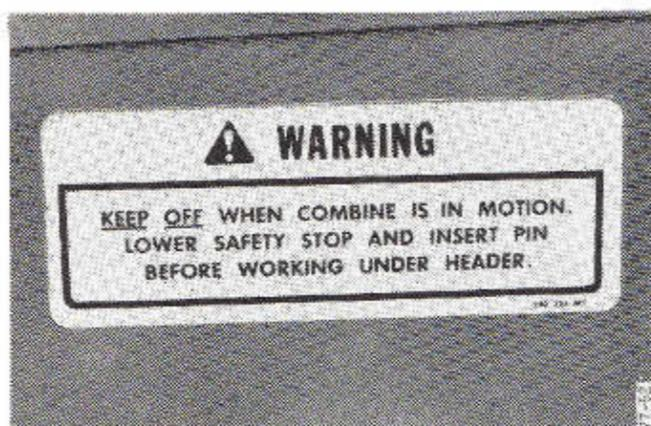

**Fig. 1**
**MOISSONNEUSE-BATTEUSE** - Numéro frappé sur une plaque située comme illustré figure 1.